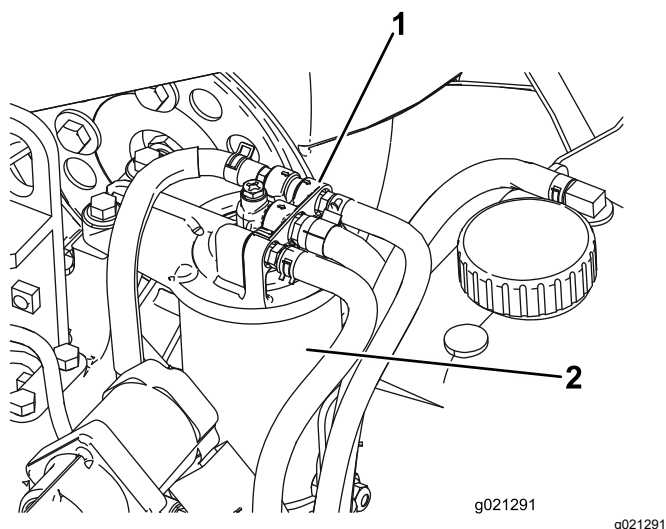

Рисунок 87
1. Очистите поверхность вокруг головки топливного фильтра (Рисунок 87).
2. Снимите фильтр и очистите монтажную поверхность головки фильтра (Рисунок 87).